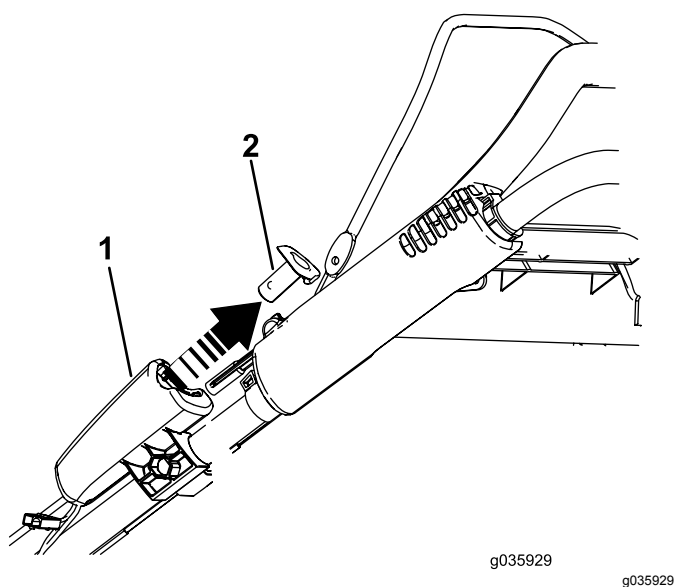

Рисунок 21
1. Извлеките кнопку электрического стартера (Рисунок 21).